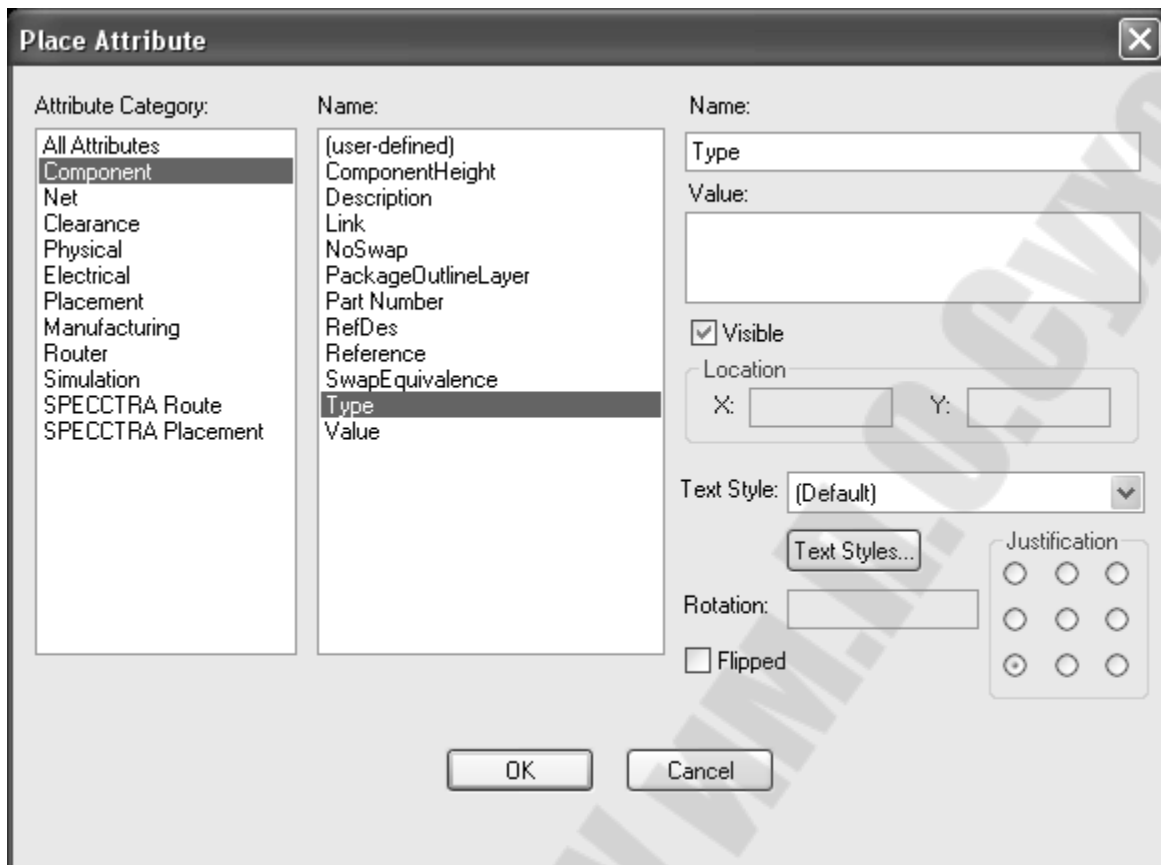

Рис.1.6. Параметры атрибутов в Symbol Editor
- 5) Ввести необходимые атрибуты командой Place Attribute (рис.1.6.):